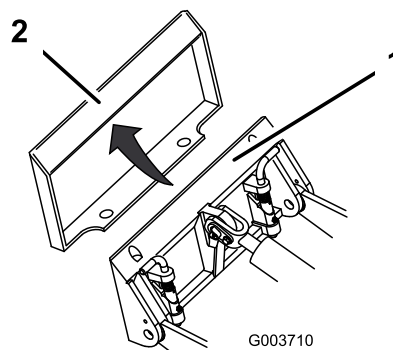

Bild 22
4. Positionieren Sie die Befestigungsplatte am oberen Rand der Aufnahmeplatte am Anbaugerät (Bild 22).